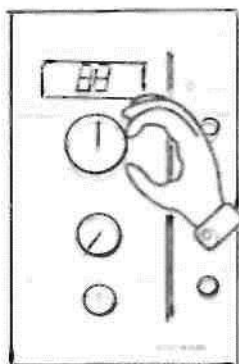

Рис. 16.4
5. Установить регулятором «ТЕМПЕРАТУРА В КОМНАТЕ» желаемое значение обогреваемой температуры на отапливаемом объекте. (Рис. 16.4.)